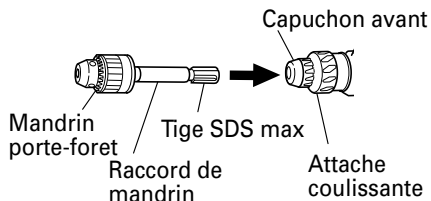

Fig. 12
- (2) Fixation du raccord de mandrin sur le mandrin porte-foret (Fig. 12)